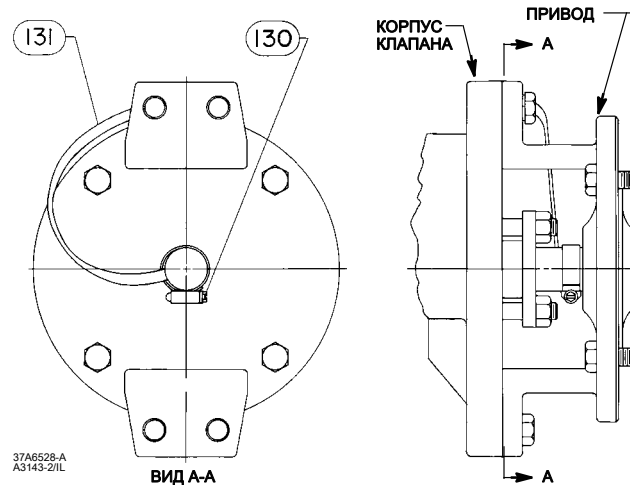

Рис. 4. Контактная перемычка в сборе для электрической связи штока и корпуса (опция)
4. Прикрепите контактную перемычку в сборе (поз. 131, рис. 4) к штоку с помощью хомута (поз. 130, рис. 4).